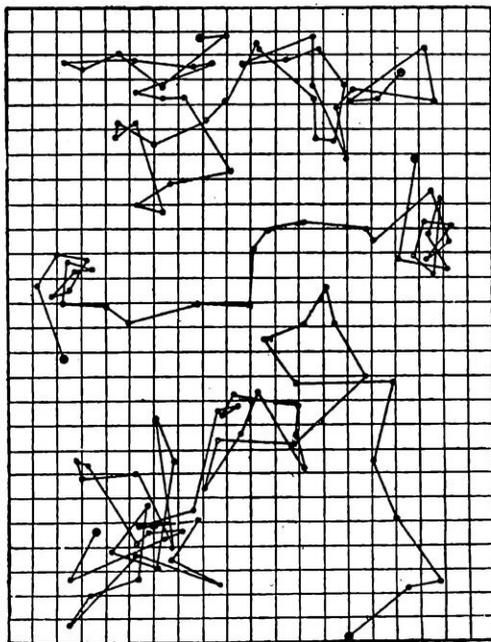

FIG. 2. — COMMENT JEAN PERRIN EST PARVENU A DÉNOMBRER LES MOLÉCULES
mieux qu'un transatlantique, aux vagues de la mer. Ici, les vagues sont les mouvements des molécules, qui assaillent la parcelle de tous côtés; Perrin mesura donc les déplacements des parcelles visibles (fig. 2) sous l'influence des molécules invisibles et, en appliquant les calculs d'Einstein et de Smoluchowski (1), il déduisit le nombre des molécules présentes dans une portion de matière quelconque, par exemple dans une goutte d'eau. Le nombre obtenu est tellement fantastique que, si nous étions capables de séparer toutes les secondes des tas d'un milliard de molécules, nous ne viendrions à bout de notre goutte